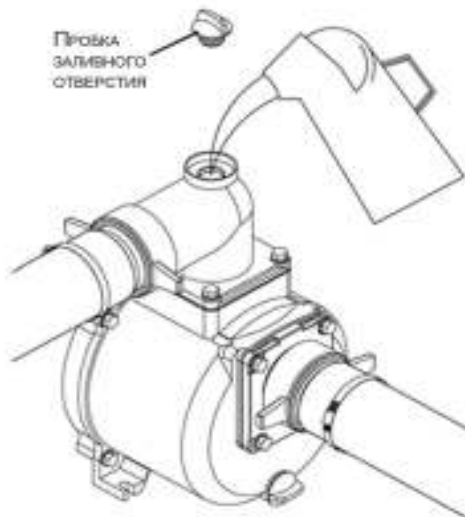

Рис. 4
5) Заполните насос мотопомпы водой через заливное отверстие (Рис. 4)